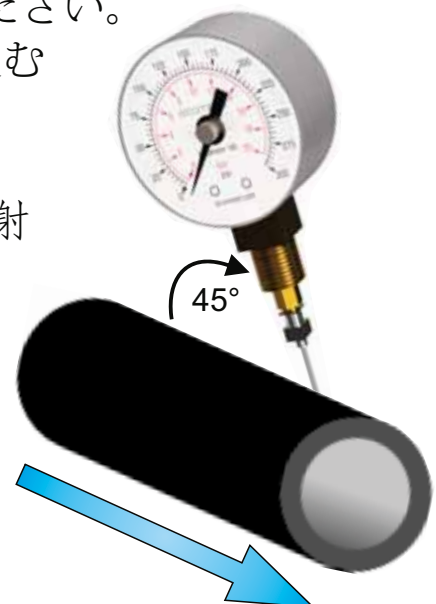

図3
- 4 空気または研磨剤の流れる方向から45°の角度（図3参照）で、ホースに注射針をゆっくりしっかりと刺し込みます。